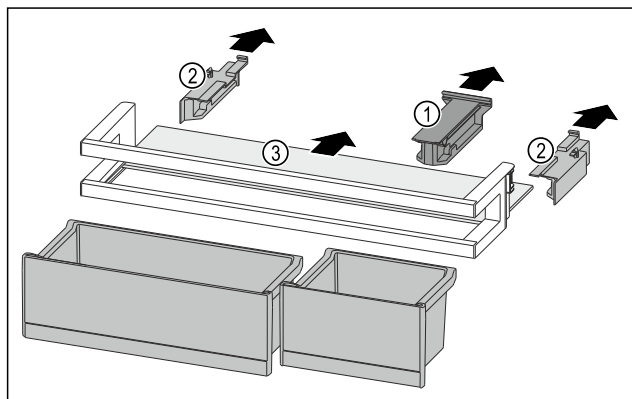

Fig. 195
- ▶ Estrarre l'elemento di tenuta Fig. 195 (1).
- ▶ Togliere gli elementi laterali Fig. 195 (2).
- ▶ Rimuovere il ripiano Fig. 195 (3).